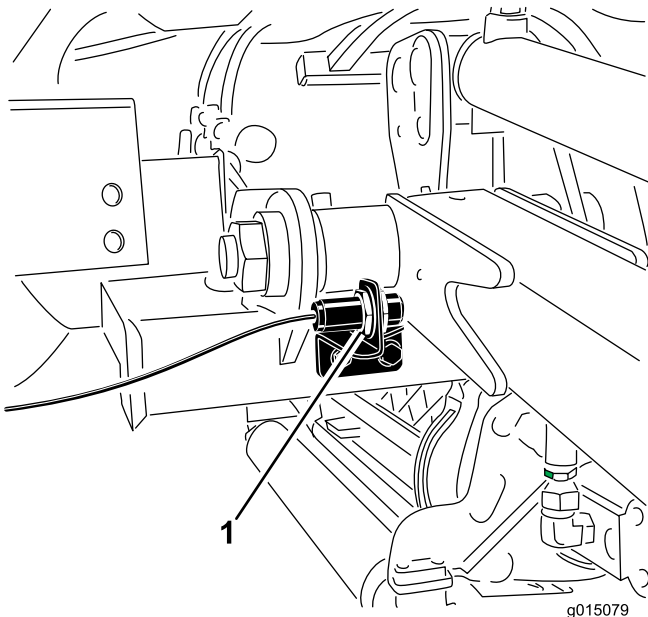

図 42
2. 昇降アームスイッチは、前右昇降アームの裏側にあります (図 42)。
3. スイッチ取り付けねじ (図 42) をゆるめ、昇降アームの旋回高さを高くしたい場合に